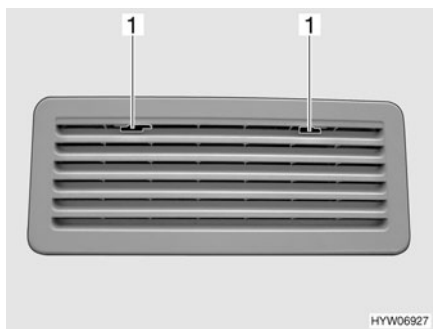

Fig. 181 Grille d'aération du réfrigérateur (Thetford)
- Pousser le dispositif de blocage (Fig. 181,1) vers le milieu.